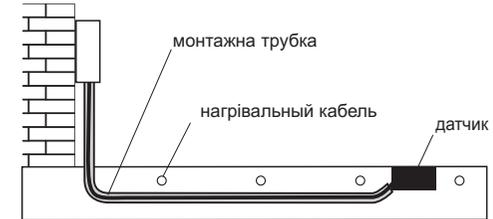

Рисунок 2. Спосіб монтажу датчика опадів при підігріві ґрунту
- розташовувати датчик в бетонній основі, на одному рівні з обігріваемою поверхнею (рис. 2). Підстава під місцем установки датчика має бути тверда. Це необхідно для того, щоб датчик не продавлювався в ґрунт при великому навантаженні зверху;